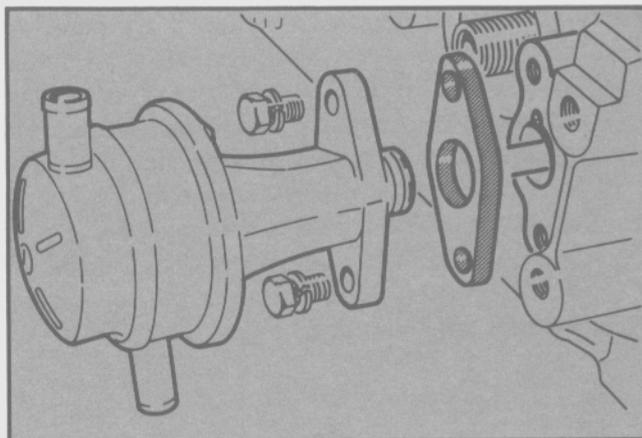

Fig. 50 - Instalación de la bomba de combustible
- Insertar el seguidor de la leva de la bomba de combustible en el orificio del bloque y montar la bomba con una nueva junta. Ajustar los tornillos al torque especificado (Fig. 50).